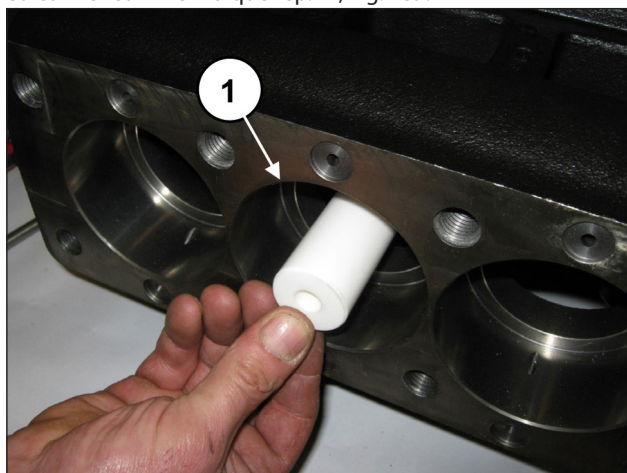
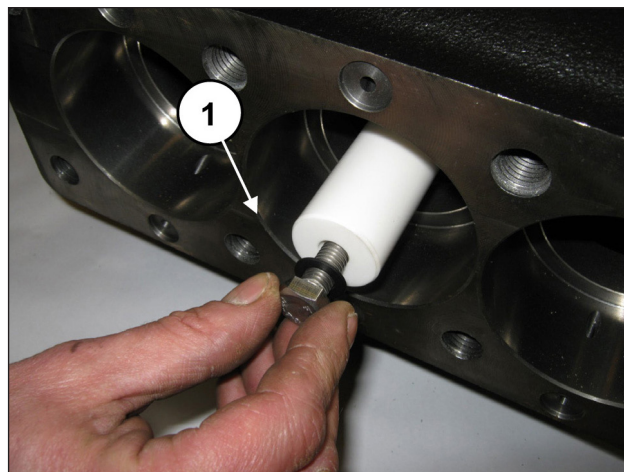

Fig. 188
Fig. 189
Monter les pistons sur leurs guides respectifs (rep. ①, Fig. 188) et les fixer comme indiqué rep. ①, Fig. 189.